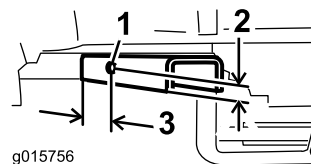

Figure 8
- B. Pour le trou dans le support arrière du repose-pieds, utilisez les mesures de la Figure 8.